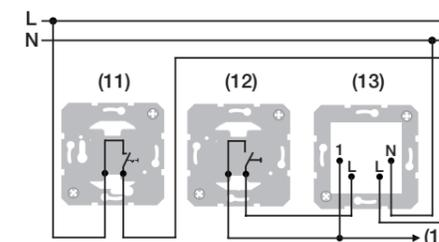
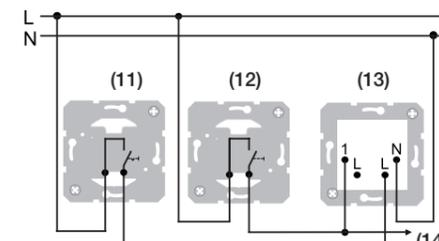

Bild 4: Anschlussbeispiel Farbumschaltung über Außenleiter, geschleift
Bild 5: Anschlussbeispiel Farbumschaltung über Außenleiter, nicht geschleift
Die folgenden Beispielschaltungen zeigen zwei Möglichkeiten das LED-Orientierungslicht anzuschließen. Im Anschlussbeispiel (Bild 4) wird der Neutralleiter auf den Steuereingang „1“ getastet um die Farbumschaltung zu realisieren. Im Anschlussbeispiel (Bild 5) wird der Außenleiter auf den Steuereingang „1“ getastet.
- LED-Signallicht, RGB nach Anschlussbeispiel (Bild 4) oder (Bild 5) anschließen.
- Bei Bedarf weitere LED-Signallichter, RGB über (14) anschließen.
- Einsatz (13) in eine Gerätedose montieren. Die Anschlussklemmen müssen unten liegen.